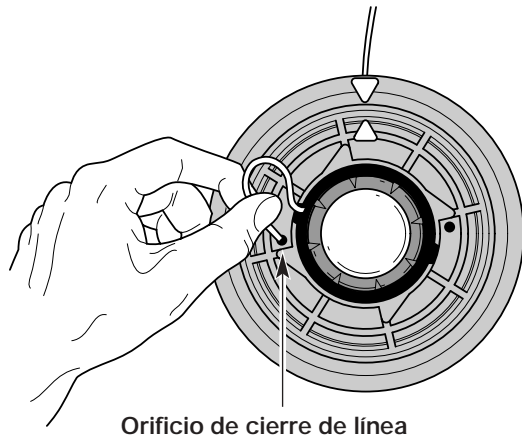
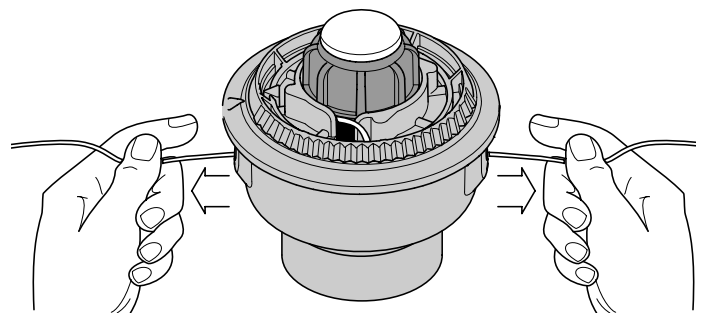

Fig. 17
Fig. 20
5. Inserte la línea en el orificio de cierre (Fig. 20). No empuje la línea más de 12,7 mm (1/2 pulgada) dentro del orificio de cierre. Cuando la línea está bien insertada, formará un bucle pequeño (Fig. 17).
9. Si el bobinado de la línea se torna dificultoso o la línea se enreda, tire de los extremos de la línea de la bobina. Continúe bobinando el carrete interior en sentido antihorario (Fig. 20).
4. Sostenga el carrete interior en su lugar e instale la botón de tope, el resorte y el sello de espuma presionando y girando la botón de tope en sentido horario. Tome los extremos y tire con firmeza para soltar la línea de las ranuras de fijación en el carrete interior (Fig. 20).
Si el SpeedSpool® no suelta línea en forma correcta, tire firmemente de los extremos de la línea de la bobina (Fig. 20). Si al hacer esto la línea no se suelta, siga las instrucciones de *limpieza del SpeedSpool®* a continuación.